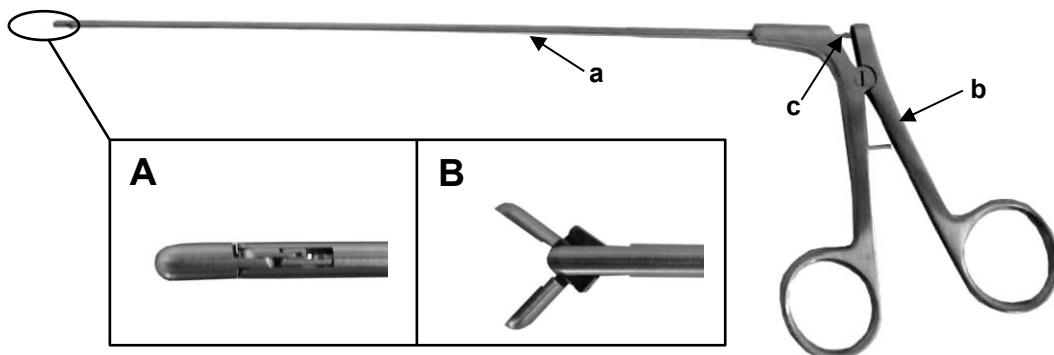

Fig. 1 : Ostéobioptome avec parties de la bouche fermées (A) et ouvertes (B)
L'ostéobioptome se compose d'une tige tubulaire (a) avec une poignée soudée (b), à l'extrémité distale de laquelle se trouvent les mâchoires mobiles. En pressant la poignée (b) vers l'intérieur ou vers l'extérieur, les mâchoires peuvent être fermées ou ouvertes par le biais du câble interne (c) qui passe dans la tige tubulaire (a). La figure 1 montre un ostéobioptome dont les mâchoires sont fermées (A) et ouvertes (B).